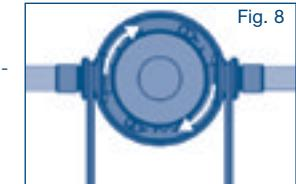

Fig. 8
2. Existem quatro possibilidades para ajustar o bypass. O ajuste de bypass definido de fábrica é "2". O ajuste do bypass pode ser feito rolando a protecção da cabeça do filtro (ver fig. 8). Rode a protecção para a esquerda ou para a direita até que a marcação indique o valor desejado e a protecção engate.